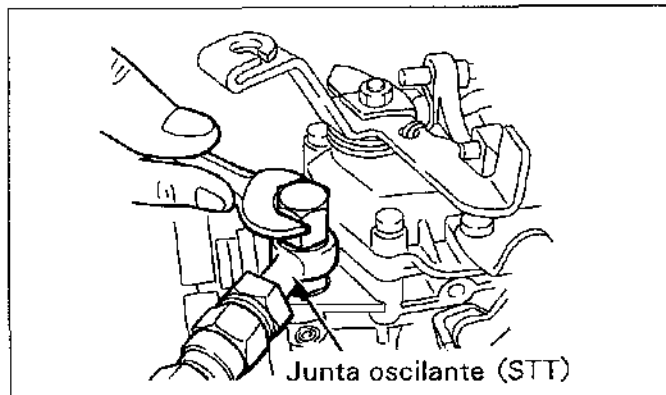

Figura.15-4 Conexión de la manguera de entrada de combustible
(5) Conecte la línea de suministro de combustible a la entrada de combustible de la bomba. (Vea la figura.15-4)